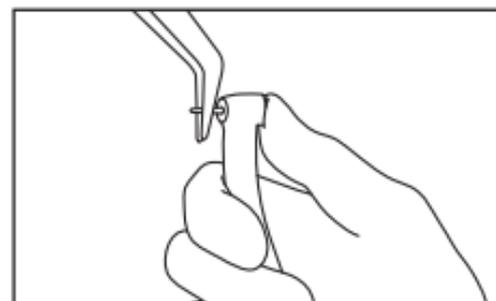

Fig. 10
- 2 Retirez la fraise (Fig. 10).